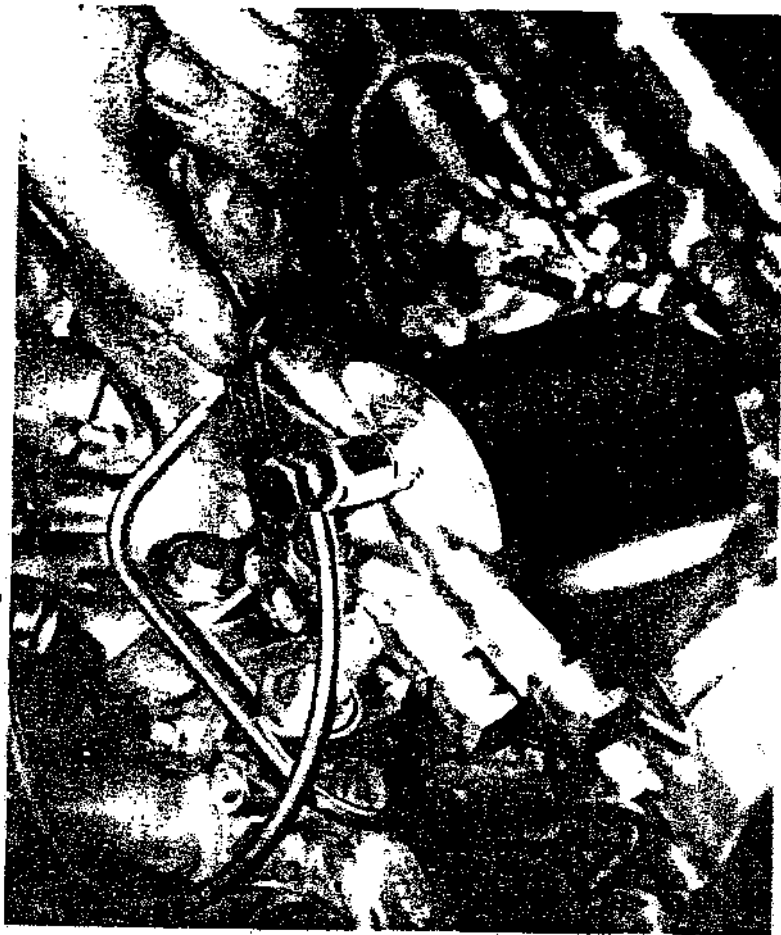

Fig. 13
- Afinar dos o tres vueltas el tornillo de ventilación de la parte superior de la tapa del filtro (no el tubo de retorno al depósito) (ver fig. 13).